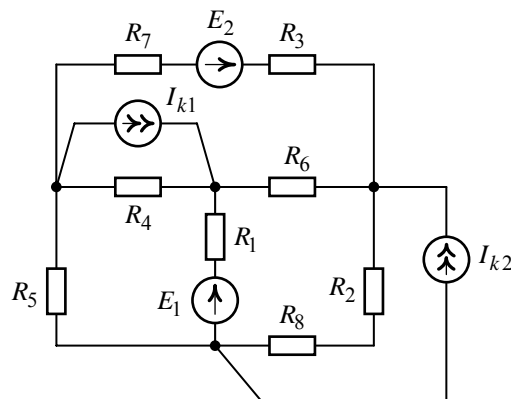

Рис. 5.3
Для схемы, представленной на рис. 5.3, пользуясь методом узловых потенциалов, определить все токи. Дано: $E_1 = 30 \text{ В}$, $E_2 = 160 \text{ В}$, $I_{k1} = 1,25 \text{ А}$, $I_{k2} = 0,75 \text{ А}$, $R_1 = 50 \text{ Ом}$, $R_2 = 10 \text{ Ом}$, $R_3 = 20 \text{ Ом}$, $R_4 = 100 \text{ Ом}$, $R_5 = 60 \text{ Ом}$, $R_6 = 120 \text{ Ом}$, $R_7 = 40 \text{ Ом}$, $R_8 = 30 \text{ Ом}$.
1. Схема (рис. 5.3) содержит восемь ветвей ($m_b = 8$), из которых шесть ветвей с неизвестными токами, четыре узла ($n_y = 4$), две ветви с источниками тока ($n_T = 2$).